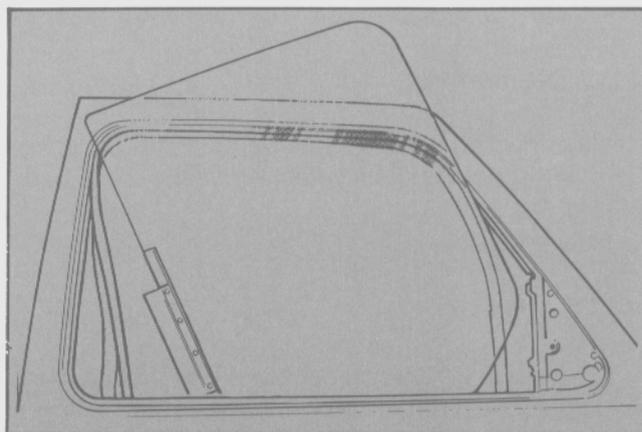

Fig. 56 - Extracción del cristal.
- Posicionar adecuadamente al cristal y retirar el mismo desde el exterior del vehículo. (Fig. 56).